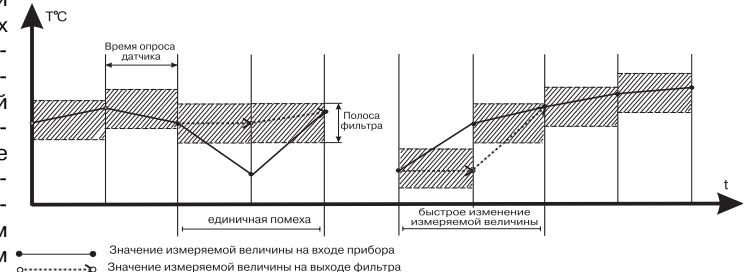

Рис. 7
повторные измерения, до тех пор, пока полученное значение не попадет в заданную полосу (рис.7). В течение всего этого времени на цифровом индикаторе остается старое значение измеренной величины.
3.1.3.2. Как видно из рис. 7, малая ширина полосы фильтра приводит к замедлению реакции прибора на быстрое изменение входной величины. Поэтому при низком уровне помех или при работе с быстременяющимися процессами рекомендуется увеличить значение параметра или отключить действие полосы фильтра, установив в параметре b0-2 значение 00. В случае работы в условиях сильных помех для устранения их влияния на работу прибора необходимо уменьшить значение параметра. При этом возможно ухудшение быстродействия прибора из-за повторных измерений.